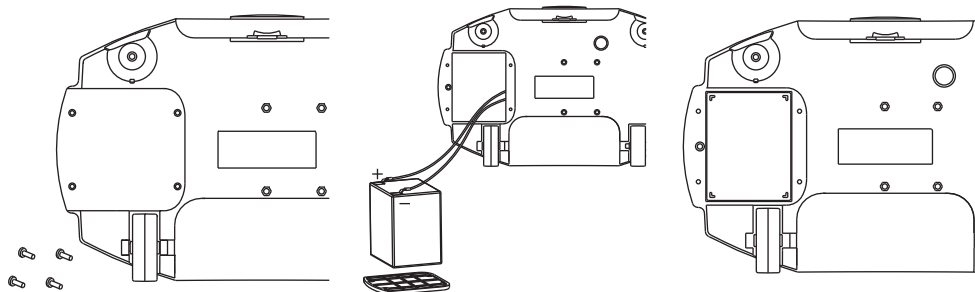

Рис.3
- Для установки аккумуляторной батареи, переверните основание мойки и откройте специальную крышку, раскрутив 4 винта, далее присоедините зажимные контакты батареи к проводу электропитания (белый провод к красной клемме, чёрный провод к черной клемме), затем закрепите крышку обратно. - (рис.3)